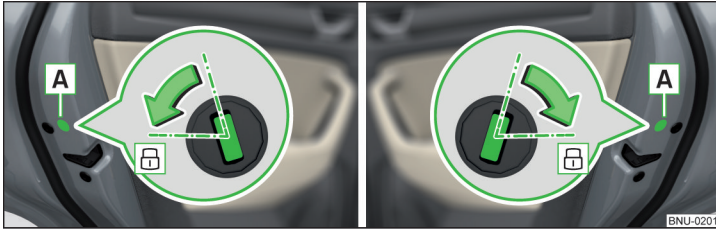

Abb. 325 Tür links/Tür rechts
- › Bei Fahrzeugen mit der Blende **A** diese Blende entfernen » Abb. 325.